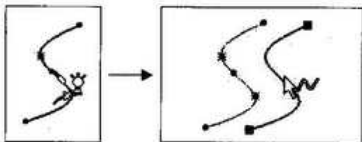

图 2-39 最终生成的套合样条曲线
(1) 在特征管理器设计树中选取“前视基准面”, 使用草图工具栏中的  (样条曲线) 工具在图形区域任意绘制一条曲线。
(2) 保持曲线的选取, 单击样条曲线工具工具栏中的  (套用样条曲线) 工具, 然后单击  (确定) 按钮, 此时系统显示警告框, 告诫用户需要至少两个以上的实体才能进行套合命令操作。
(3) 于是, 遇到这样的问题: 要保持此曲线的曲率, 但又要消除曲线的所有控制点。这里我们可以使用  (分割实体) 工具将曲线分割成两个实体, 然后再使用  (套用样条曲线) 工具进行操作。
(4) 单击草图工具栏中的  (分割实体) 工具, 在曲线上单击鼠标左键完成曲线的分割操作。
(5) 单击标准工具栏中的  (选择) 工具, 框选两条分割线, 然后单击样条曲线工具工具栏中的  (套合样条曲线) 工具, 在“套合样条曲线”属性管理器中点选“解除约束”单选按钮, 在“公差”文本框中输入参数值, 单击  (确定) 按钮, 完成曲线的套合操作, 结果如图 2-39 所示。不难发现, 新生成的套用样条曲线在形体上和原实体保持一致, 同时曲线上只保留起始和结束两个控制点。